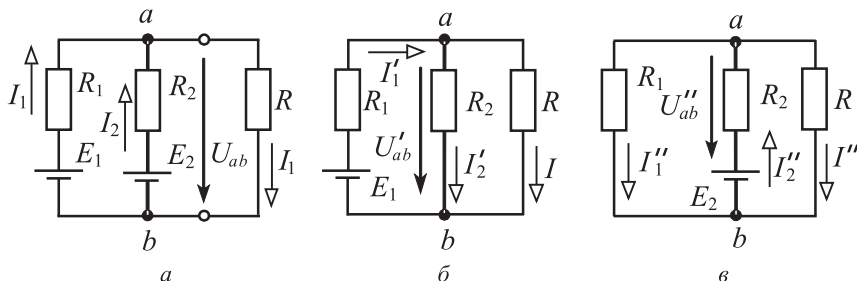

Рис. 1.17
Задача 1.24. Два гальванических элемента, соединенных параллельно в батарею, питают общую нагрузку (рис. 1.17, а); ЭДС элементов $E_1 = E_2 = 1,8 \text{ В}$, внутренние сопротивления $R_1 = 1 \text{ Ом}$, $R_2 = 1,5 \text{ Ом}$. Сопротивление нагрузки $R = 3 \text{ Ом}$. Определить токи ветвей: 1) методом двух узлов; 2) методом наложения.
Находим токи ветвей (с учетом их направления на рис. 1.17, а):
2. Метод наложения. С помощью расчетных схем (рис. 1.17, б, в) определяем частичные токи от каждой из ЭДС в отдельности. Частичные токи ветвей от первого источника (рис. 1.17, б):
Частичные токи ветвей от второго источника (рис. 1.17, в):